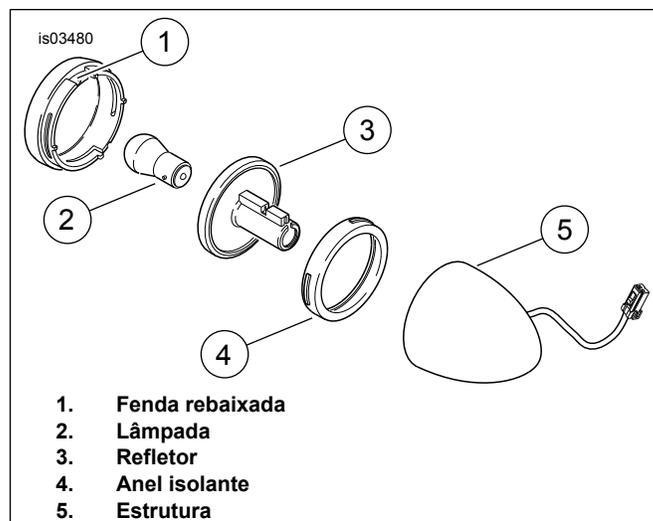

Figura 6. Montagem da lanterna
- a. Veja a Figura 6. Insira uma chave de fenda de lâmina chata na fenda rebaixada na lente do pisca-pisca. Torça gentilmente até que a lente pule para fora.